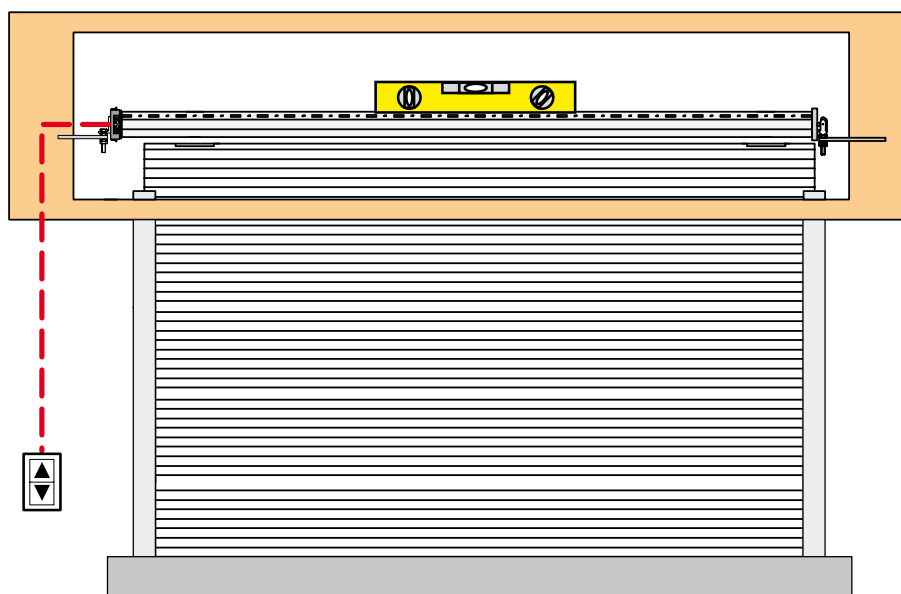

Fig. 12
- 6) Vérifier avec un niveau à bulle (Fig. 12), que le TUBE motorisé est parfaitement horizontal; éventuellement, modifier la hauteur des supports de la calotte ou du moteur en réglant les écrous.